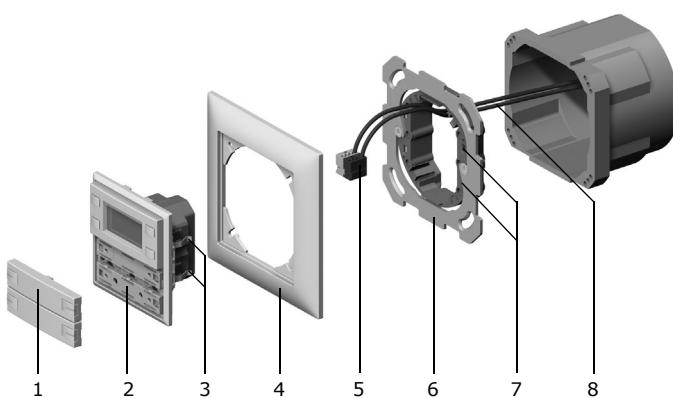

Fig. 1
1. Mantel der Busleitung (8, Fig. 1) ca. 25 - 35 mm abisolieren, ebenso die Busleiter ca. 5 mm abisolieren.
2. Busleiter an die EIB-Klemme (5) anschließen (rot an "+" und schwarz an "-").
3. Montageaufnahme mit Haltering (6) in den Einlasskasten oder auf die Anschlussdose an der Wand montieren.
4. Busleitung (8) mit der EIB-Klemme (5) durch den Abdeckrahmen (4) führen und mit der Bedienoberfläche (2) verbinden.
5. Bedienoberfläche (2) mit Bedientasten (1) und Abdeckrahmen (4) so auf die Montageaufnahme (6) aufsetzen, dass die Haltefedern (3) der Bedienoberfläche in die Schlitze (7) des Halterings zu liegen kommen.
6. Bedienoberfläche (2) an die Montageaufnahme (6) andrücken, bis die Haltefedern (3) einrasten.
1. Dénuder la gaine de la ligne de bus (8, Fig. 1) sur 25 à 35 mm, dénuder également les conducteurs de bus sur environ 5 mm.
2. Connecter les conducteurs de bus à la borne EIB (5) (rouge sur "+" et noir sur "-").
3. Monter le support de montage avec bague de fixation (6) dans la boîte d'encastrement ou sur la boîte de raccordement au mur.
4. Faire passer la ligne de bus (8) avec la borne EIB (5) à travers le cadre (4) et la connecter à l'interface utilisateur (2).
5. Monter l'interface utilisateur (2) avec les touches de commande (1) et le cadre (4) sur le support de montage (6) de façon que les ressorts de maintien (3) de l'interface utilisateur se placent dans les encoches (7) de la bague de fixation.
6. Presser l'interface utilisateur (2) contre le support de montage (6) jusqu'à ce que les ressorts de maintien (3) s'enclenchent.
1. Spolare il cavo bus (8, fig.1) per circa 25 - 35 mm e il conduttore interno per circa 5 mm.
2. Collegare il conduttore al morsetto EIB (5) (rosso con "+" e nero con "-").
3. Montare la base (6) con l'anello di arresto nella scatola di raccordo o sulla presa a muro.
4. Introdurre il cavo bus (8) con il morsetto EIB (5) attraverso il telaio di copertura (4) e collegarlo al pannello di comando (2).
5. Applicare il pannello di comando (2) con pulsanti di comando (1) e il telaio di copertura (4) sulla base (6) in modo che le linguette di ritegno (3) del pannello di comando si innestino negli interstizi (7) dell'anello di arresto.
6. Premere il pannello di comando (2) sulla base (6) fino a far innestare in sede le linguette di ritegno (3).